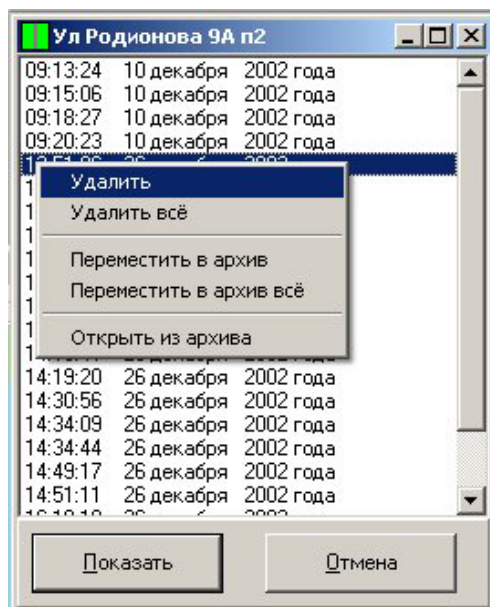

Рисунок 19 - Удаление протоколов срабатывания УБ
3. Появится окно выбора протокола (см. рисунок 19). Окно представляет собой список хранимых протоколов срабатывания УБ. Каждое срабатывание представлено одной строчкой с указанием времени срабатывания с точностью до секунды и даты срабатывания.